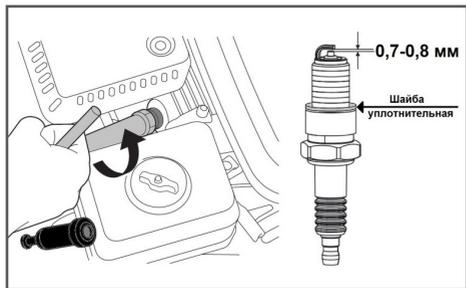

Рис. 32 Обслуживание свечи зажигания
- Снимите со свечи зажигания колпачок высоковольтного провода и удалите грязь вокруг свечи зажигания (Рис. 32).
- Измерьте зазор между электродами свечи зажигания специальным щупом. Зазор должен быть 0,7-0,8 мм (Рис. 32). При увеличении, или уменьшении требуемого зазора, рекомендуется заменить свечу, так как